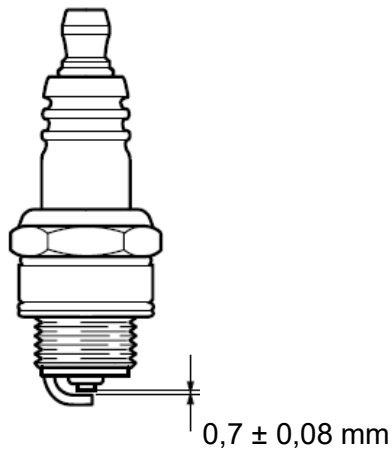

Abb. 19
- 6) Kontrollieren Sie den Elektrodenabstand der Zündkerze. Er muss  $0,7 \pm 0,08$  mm betragen (Abb. 19).